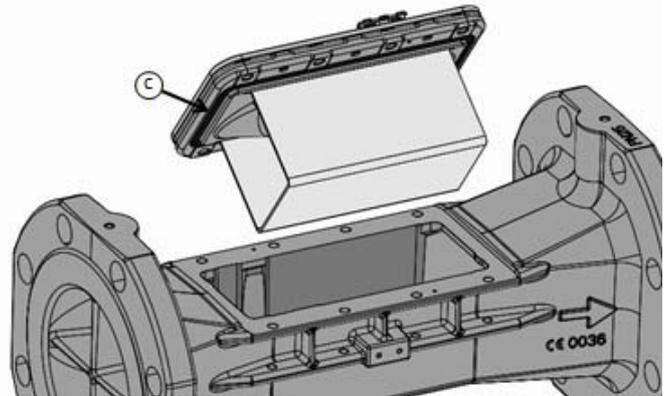

Abb. 7: Formdichtung „c“ beim Messeinsatz
- Überprüfen Sie den Sitz der Formdichtung „c“ (siehe Abb. 7) am Messeinsatz. Die Formdichtung muss richtig in der Nut sitzen und frei von Beschädigungen sein.